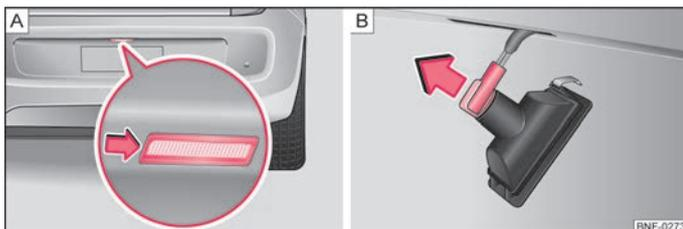

Fig. 122 Sostituzione della lampadina per luce targa
- Inserire un attrezzo sottile adeguato, ad es. un cacciavite, nella fessura nella zona della freccia ed estrarre con cautela la luce targa dal paraurti → fig. 122 - [A].
- Ruotare il portalampada **in senso antiorario** ed estrarlo in direzione della freccia → fig. 122 - [B].